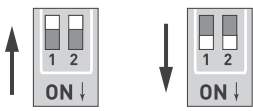

Рисунок 3. DIP-переключатели терминатора
3.8. Для согласования шины DMX на последнем декодере в линии включите терминатор (см. рис. 3).
| | Отсутствие согласующей нагрузки на концах линии (терминаторов) | На последнем декодере в линии включите встроенный терминатор (см. рисунок 3) |